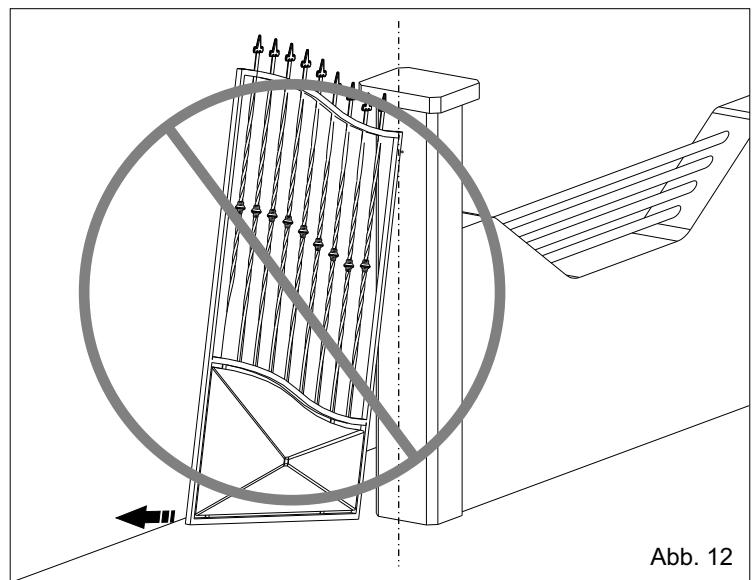
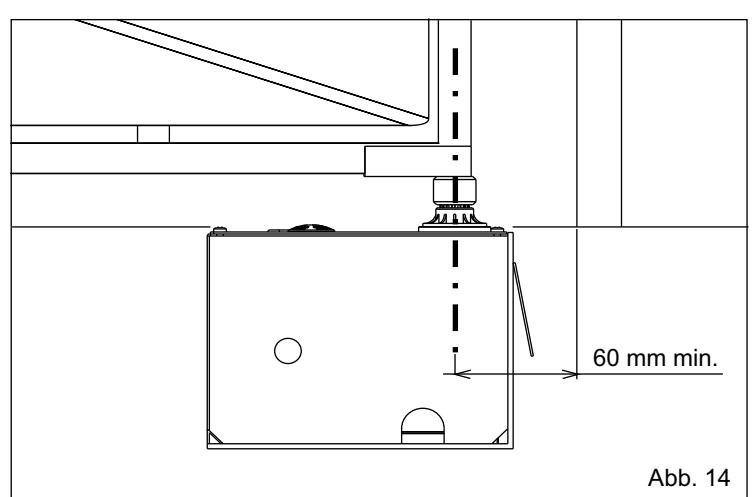

Abb. 12
Abb. 14
3.8. Darauf achten, dass die Flügel nicht außerhalb der Achsen (Abb. 12 und 13) positioniert werden, und so vorgehen dass die Welle mit der Rotationsachse des Scharnier übereinstimmt und berücksichtigen, dass der Mindestabstand von der Säule 60 mm ist (Abb. 14).